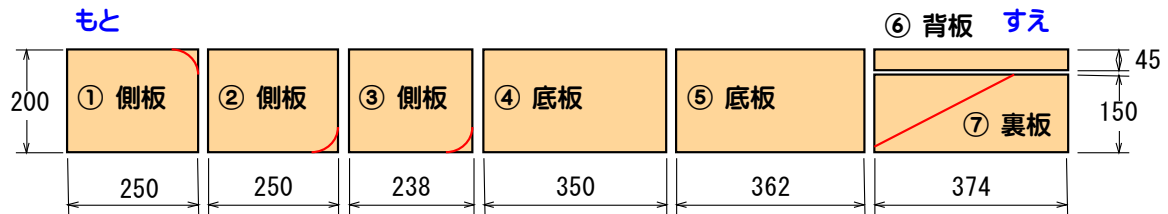

図 2 木取り図
スギ板（厚さ 12×幅 200mm×長さ 2,000mm）から図 2 のように①～⑦の部材に木取りしたものをセットとして、準備する。中学生以上であれば、1 枚の板を渡して加工させても可能。